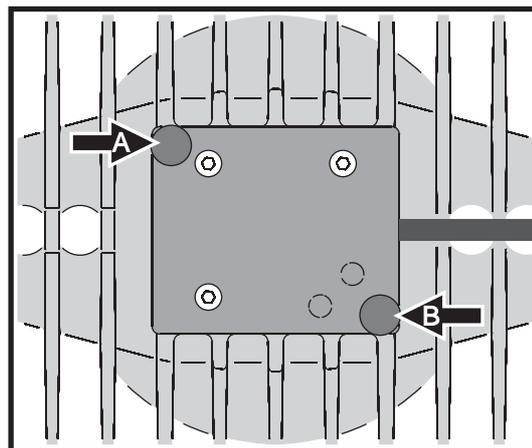

Figura 2: Tornillos de fijación de la cubierta de acceso a la lámpara
- El portalámparas es parte integrante de la cubierta de acceso a la lámpara. Observar la Figura 2. Quitar las dos palometas **A** y **B** que fijan la cubierta de acceso y extraerla suavemente de la unidad hasta tener acceso a la lámpara. Evitar tirar de los cables.